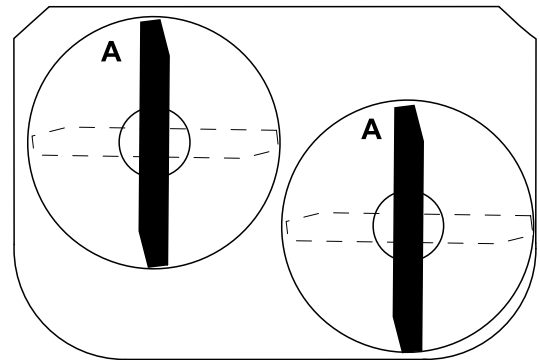

Figura 51
1. Gire las cuchillas hasta que los extremos estén orientados hacia adelante y hacia atrás (Figura 51).